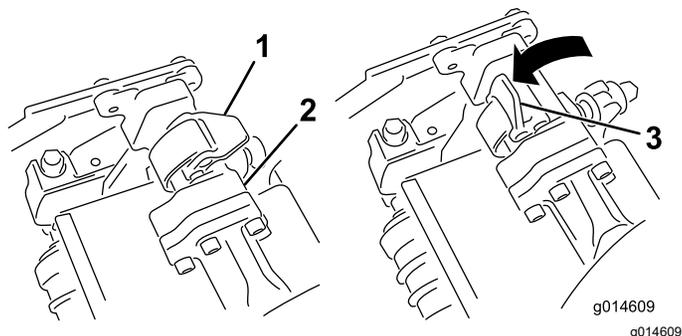

图 53
4. 当悬挂臂杆上的闭锁指向上方即打开时图 53 向下压悬挂臂使悬挂臂杆与滚刀组上方的支架相契合图 54。
5. 向下并绕着滚刀组横杆关闭闭锁将它们锁定到位图 53。
5. 打开您正在拆下的滚刀组悬挂臂上的门锁图 53。